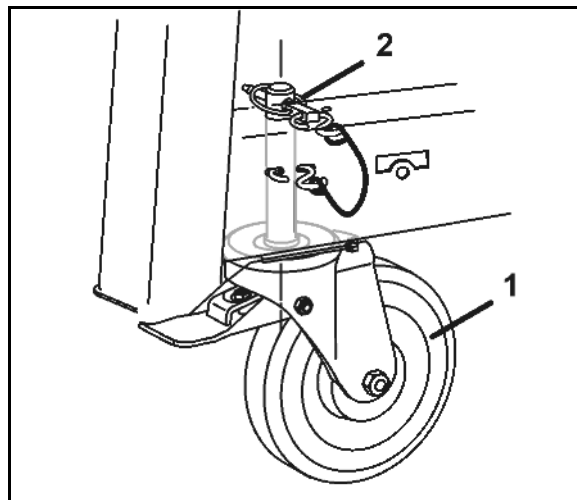

Fig. 43
2. Monter utløpsrennen (Fig. 43/1) med festeskruene (Fig. 43/2).